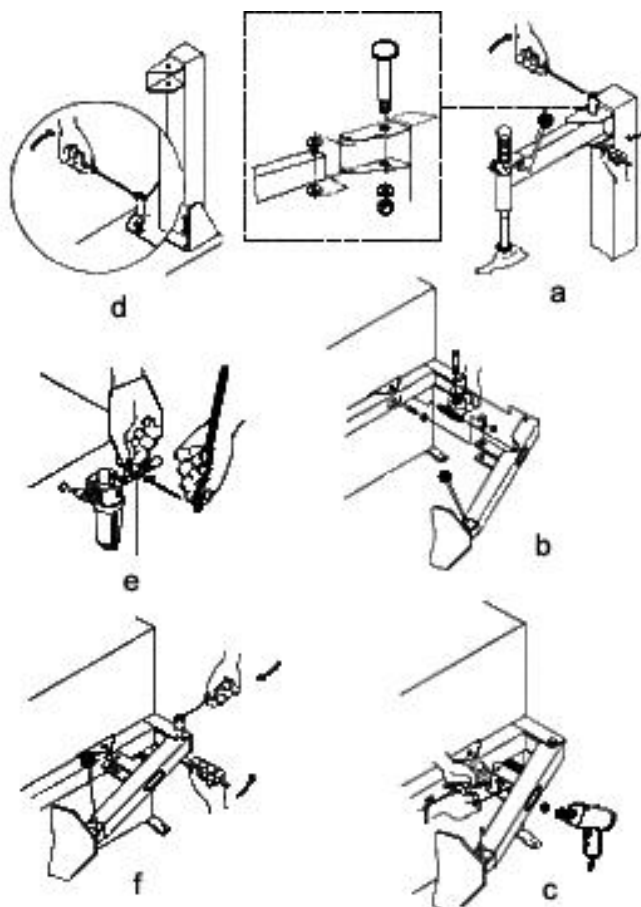

Рисунок 5 – Монтаж стенда
2. Выньте шесть болтов, предназначенных для крепления демонтажной колонны, из отверстий корпуса, установите демонтажную колонну, закрутите болты обратно (рисунок 5/d).
5. Соедините поворотный рычаг с демонтажной колонной с помощью шарнирного пальца, закрепленного гайками и шайбами (рисунок 5/a).
6. Присоедините воздушную магистраль компрессора к штуцеру стенда (рисунок 5/е).
7. Установите рычаг прижимной лопатки (рисунок 5/б) следующим образом:
- Затяните болт рычага отжимной лопатки. (рисунок 5/ф).
- Затяните обе гайки (рисунок 5/с).